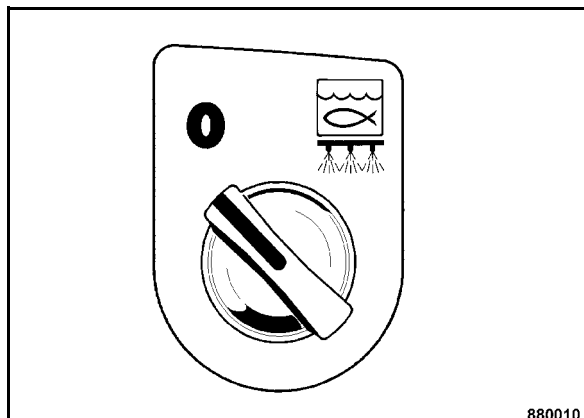

Fig. 59
- Girare il commutatore a rotazione per irrorazione a gravità (Fig. 59) a destra, l'irrorazione a gravità è inserita.